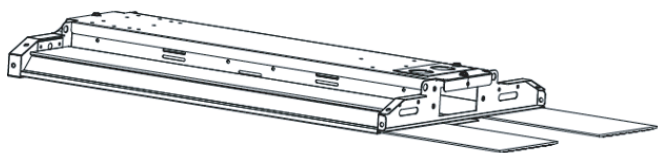

Figure 8
3. Take out the lens and insert the replacement lens (Fig. 8).
3. Retirez la lentille et insérez la lentille de remplacement (Fig. 8).